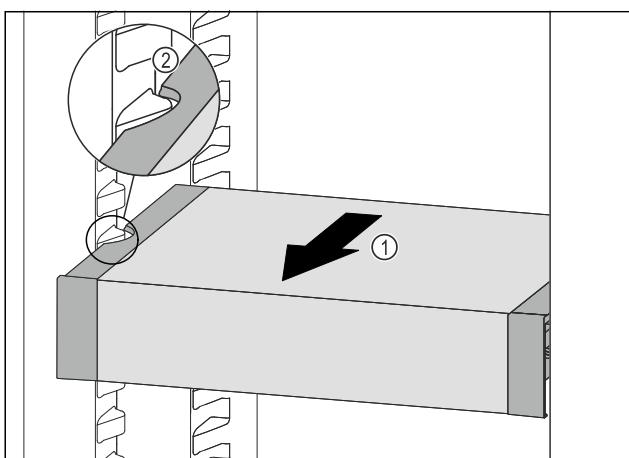

Fig. 87
► Потягнути VarioSafe вперед Fig. 87 (1), поки бокові заглиблення VarioSafe не опиняться на рівні ребра для резервуара в охолоджувальному відділенні. Fig. 87 (2)